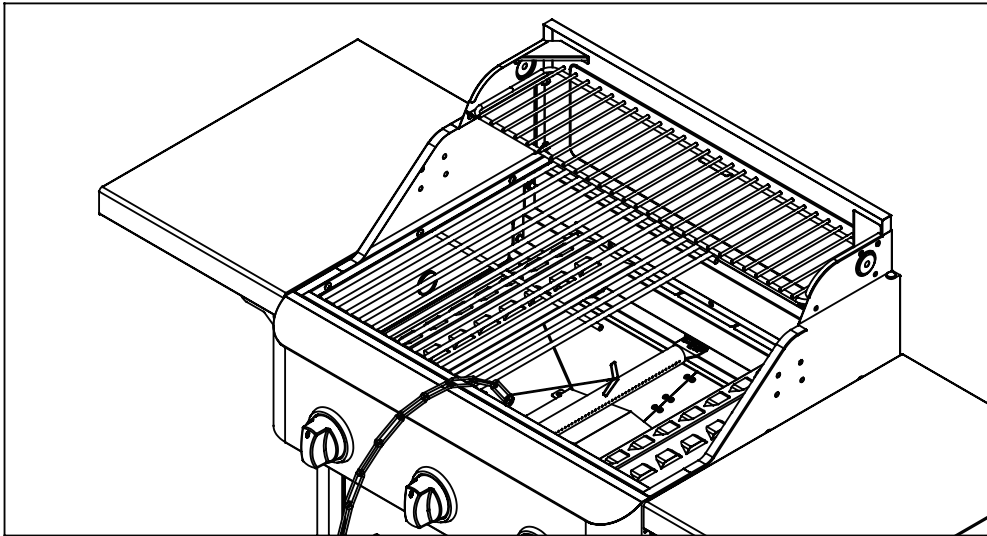

Fig. 28 Illustration de l'allumage avec allumette/papier
4. Fixez soit une allumette ou un papier à la pince tel qu'illustré à la Fig. 28; allumez l'allumette et insérez-la à proximité des ports du brûleur. Poussez et tournez le bouton de commande du brûleur vers la gauche, jusqu'à la position "HIGH" position.
Veillez à ne pas agrandir les ports. Les brûleurs doivent être complètement secs avant d'être réinstallés dans le gril. Voir la Fig. 28.